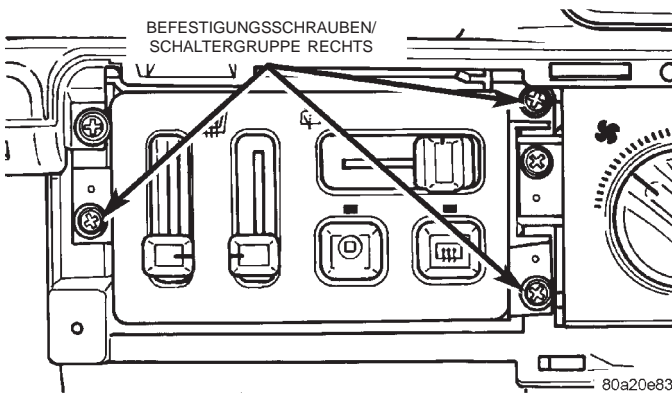

Abb. 4 Rechte Schaltergruppe aus- und einbauen
- (1) Batterie-Minuskabel abklemmen und elektrisch isolieren.
- (2) Mit einem Hartkunststoffstab oder einem geeigneten Werkzeug mit flacher Klinge die Kanten der Blende der rechten Schaltergruppe vorsichtig abhebeln, um die Schnappverschlüsse zu öffnen. Blende von der Instrumententafel abnehmen.
- (3) Die drei Schrauben lösen, mit denen die rechte Schaltergruppe an der Instrumententafel befestigt ist (Abb. 4).